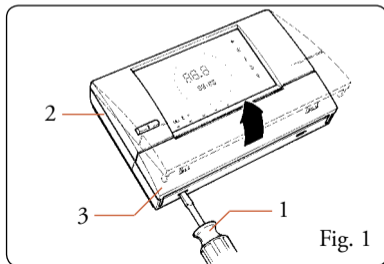
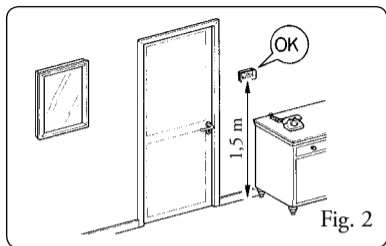

Fig. 1
Fig. 2
- 1) Separare con cacciavite (Fig. 1 pos. 1) la dima di fissaggio (Fig. 1 pos. 2) dal corpo Comando Remoto (Fig. 1 pos. 3). Installare il Comando Remoto lontano da fonti di calore e in posizioni idonee a rilevare correttamente la temperatura ambiente (Fig. 2 e 3).